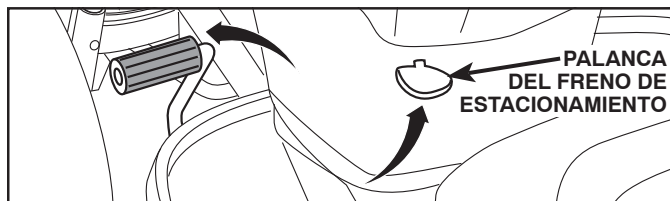

Fig. 3
INSTALE LA SEGADORA (Vea Fig. 3 - 16)
1. **ACCIONE LA PALANCA DEL FRENO DE ESTACIONAMIENTO Y LA PALANCA DE LEVANTAMIENTO DEL ACCESORIO INFERIOR (Vea Fig. 3 et 4)**